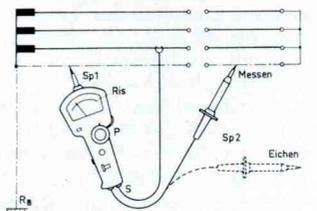

Abb. 4b: Messung des Isolationswiderstandes.
8. Überschlagsmäßige Bestimmung von Isolationswiderständen (Abb. 4b) VDE 0100 § 23 N